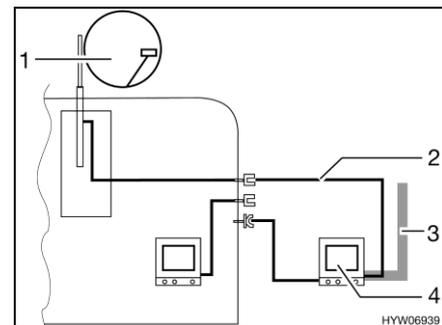

Fig. 206 TV dans l'auvent
- TV dans l'auvent (Fig. 206,4) : Raccord à l'antenne sur le toit (Fig. 206,1) avec câble d'alimentation (Fig. 206,2)
- TV dans l'auvent (Fig. 206,4) : Raccord à l'antenne extérieure (Fig. 206,3)